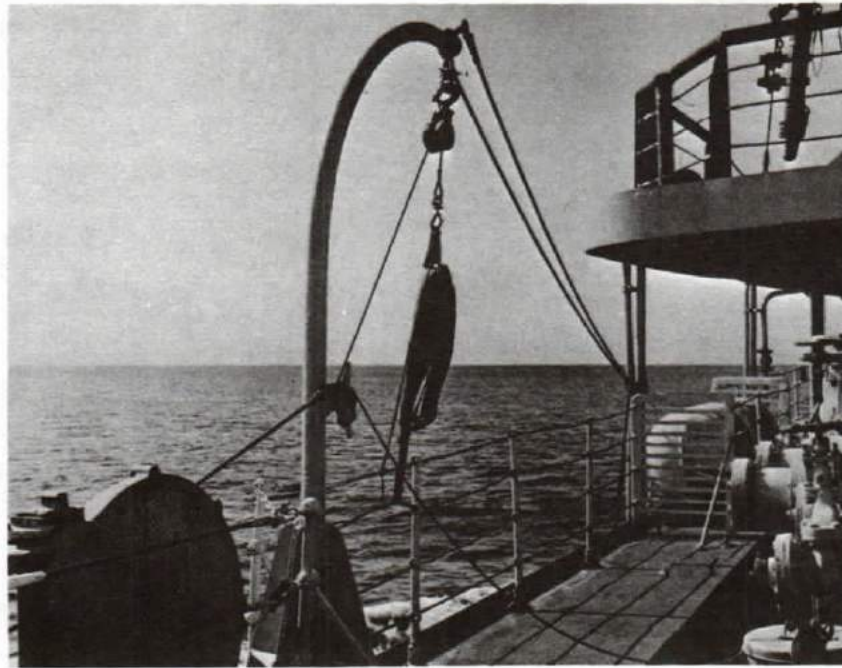

Figure 7-16
2. A rescue davit position is rigged on either side of the ship, Figure 7-16. From this position the buoyant rescue sling (attached to the safety line) may be lowered to anyone alongside in the water, or it may be towed to the victim by a rescue swimmer, provided the ship is in reasonable proximity. Entry into the rescue sling is by raising the bight over the back of your head and down under your arms (you will fall out if you do the reverse). The man is then hauled to the ship's side and inboard.
2. Un bossoir a été gréé pour le sauvetage de chaque côté du navire (voir la figure 7-16). À partir de chacun de ces postes, un collier de sauvetage flottant (relié à un filin de sécurité) peut être amené vers toute personne à la mer le long du navire ou bien un nageur-sauveteur peut le tirer jusqu'à la victime à condition qu'elle ne soit pas trop éloignée du navire. On endosse le collier de sauvetage en se le passant par-dessus la tête, la boucle à l'arrière, et en le laissant ensuite tomber sous les aisselles (enfilé à l'envers, le collier ne tiendra pas). L'homme à la mer est alors tiré, puis hissé à bord.